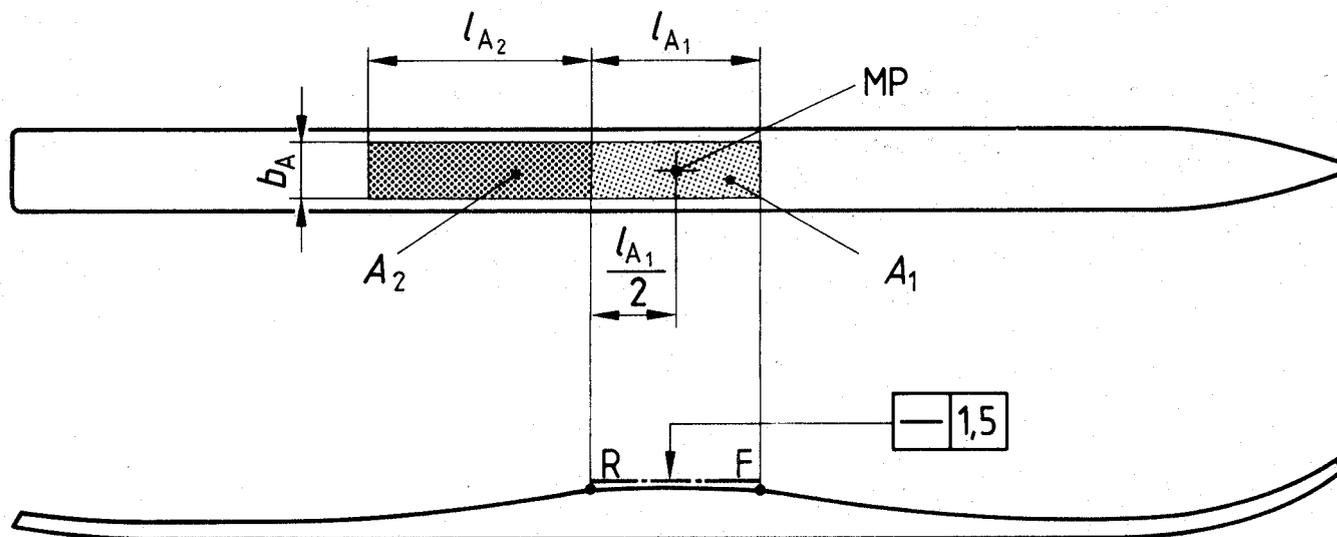

Figure 1 – Symboles relatifs à la longueur et à la largeur de la zone de montage et à la courbure
3.1 zone de montage de la fixation, A_1 : Partie de la face supérieure du ski destinée au montage des fixations avec étrier. La zone de montage normalisée définit la zone de ski dans laquelle doit être situé le diamètre entier des vis de fixation. A_1 est placé de manière symétrique par rapport au point de montage MP ou, en cas d'échelle de montage, par rapport à la ligne centrale de l'échelle (voir figure 1).
3.2 zone de montage de la fixation, A_2 : Partie de la face supérieure destinée au montage d'autres éléments d'une fixation avec étrier, comme des talonnettes. C'est la zone du ski dans laquelle doit être placé le diamètre entier des systèmes d'attache (voir figure 1).
3.4 courbure, h_{Cl} : Écart par rapport à un profil plat sur la longueur de la zone de montage A_1 , mesuré à partir d'une ligne droite passant par les extrémités de la zone de montage (R et F) sur la surface du ski, la base du ski étant appliquée sur une surface plane (voir figure 1).